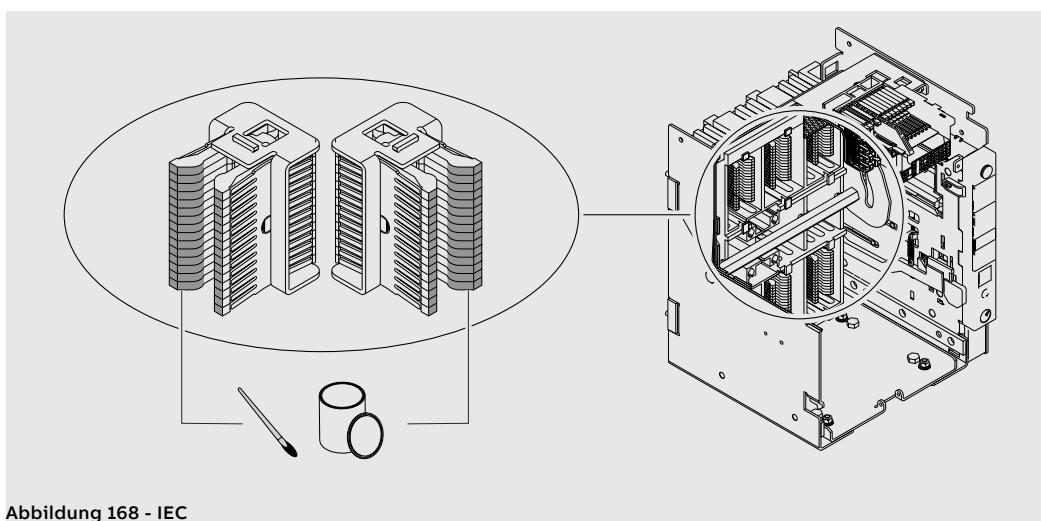
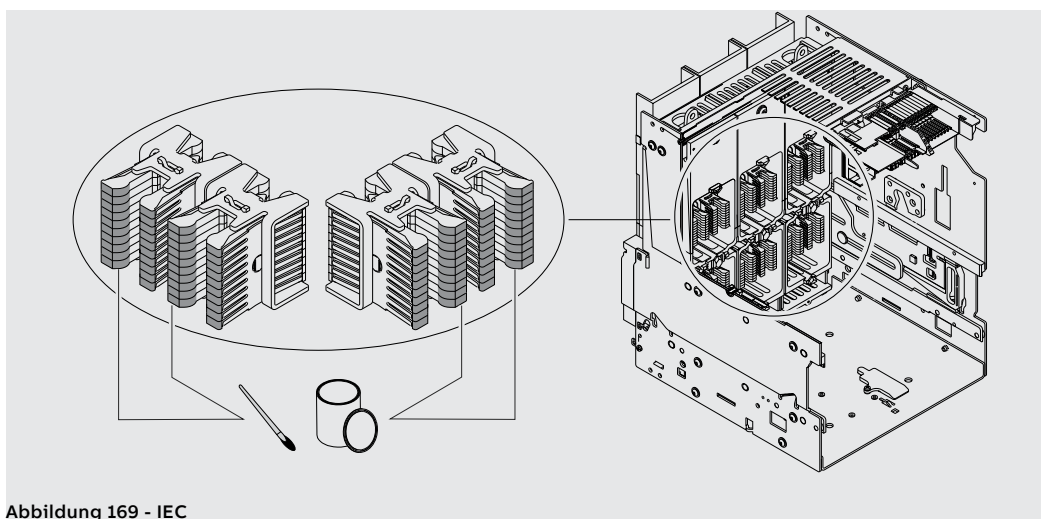

Abbildung 168 - IEC
Abbildung 169 - IEC
1. Die Klauentrennkontakte an den angegebenen Stellen reinigen. Bei starken Ablagerungen kann man einen Verdünner vom Typ Chemma 18 oder gleichwertige Produkte verwenden (Abbildung 168 - IEC für E1.2; Abbildung 169 - IEC für E2.2, E4.2 und E6.2).